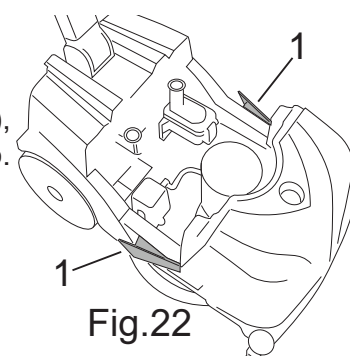

Fig.22
- Premere le due leve laterali di blocco serbatoi (Fig.22-Rif.1), estrarre il serbatoio di recupero dal telaio e adagiarlo sul pavimento.